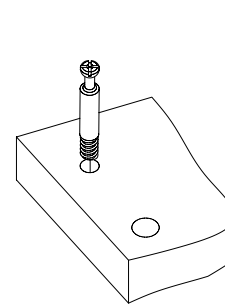
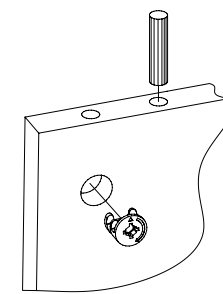

Рис.1
Рис.2
1. Вкрутите шпильки минификсов в детали 1, 2, 3 (Рис. 1). Вставьте головки минификсов и шканты в детали 2, 3, 4, 5, 6 (Рис. 2).